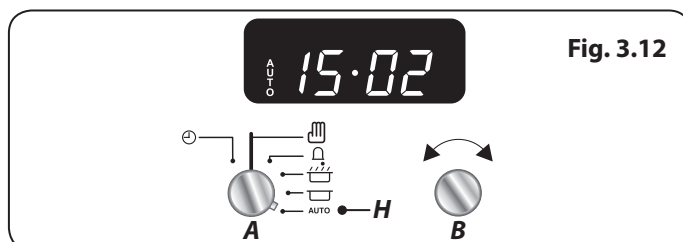

Fig. 3.12
5. Tournez le bouton du Programmeur (A) sur la position Auto (H) (**Fig. 3.12**). Si l'écran affiche l'heure en cours et